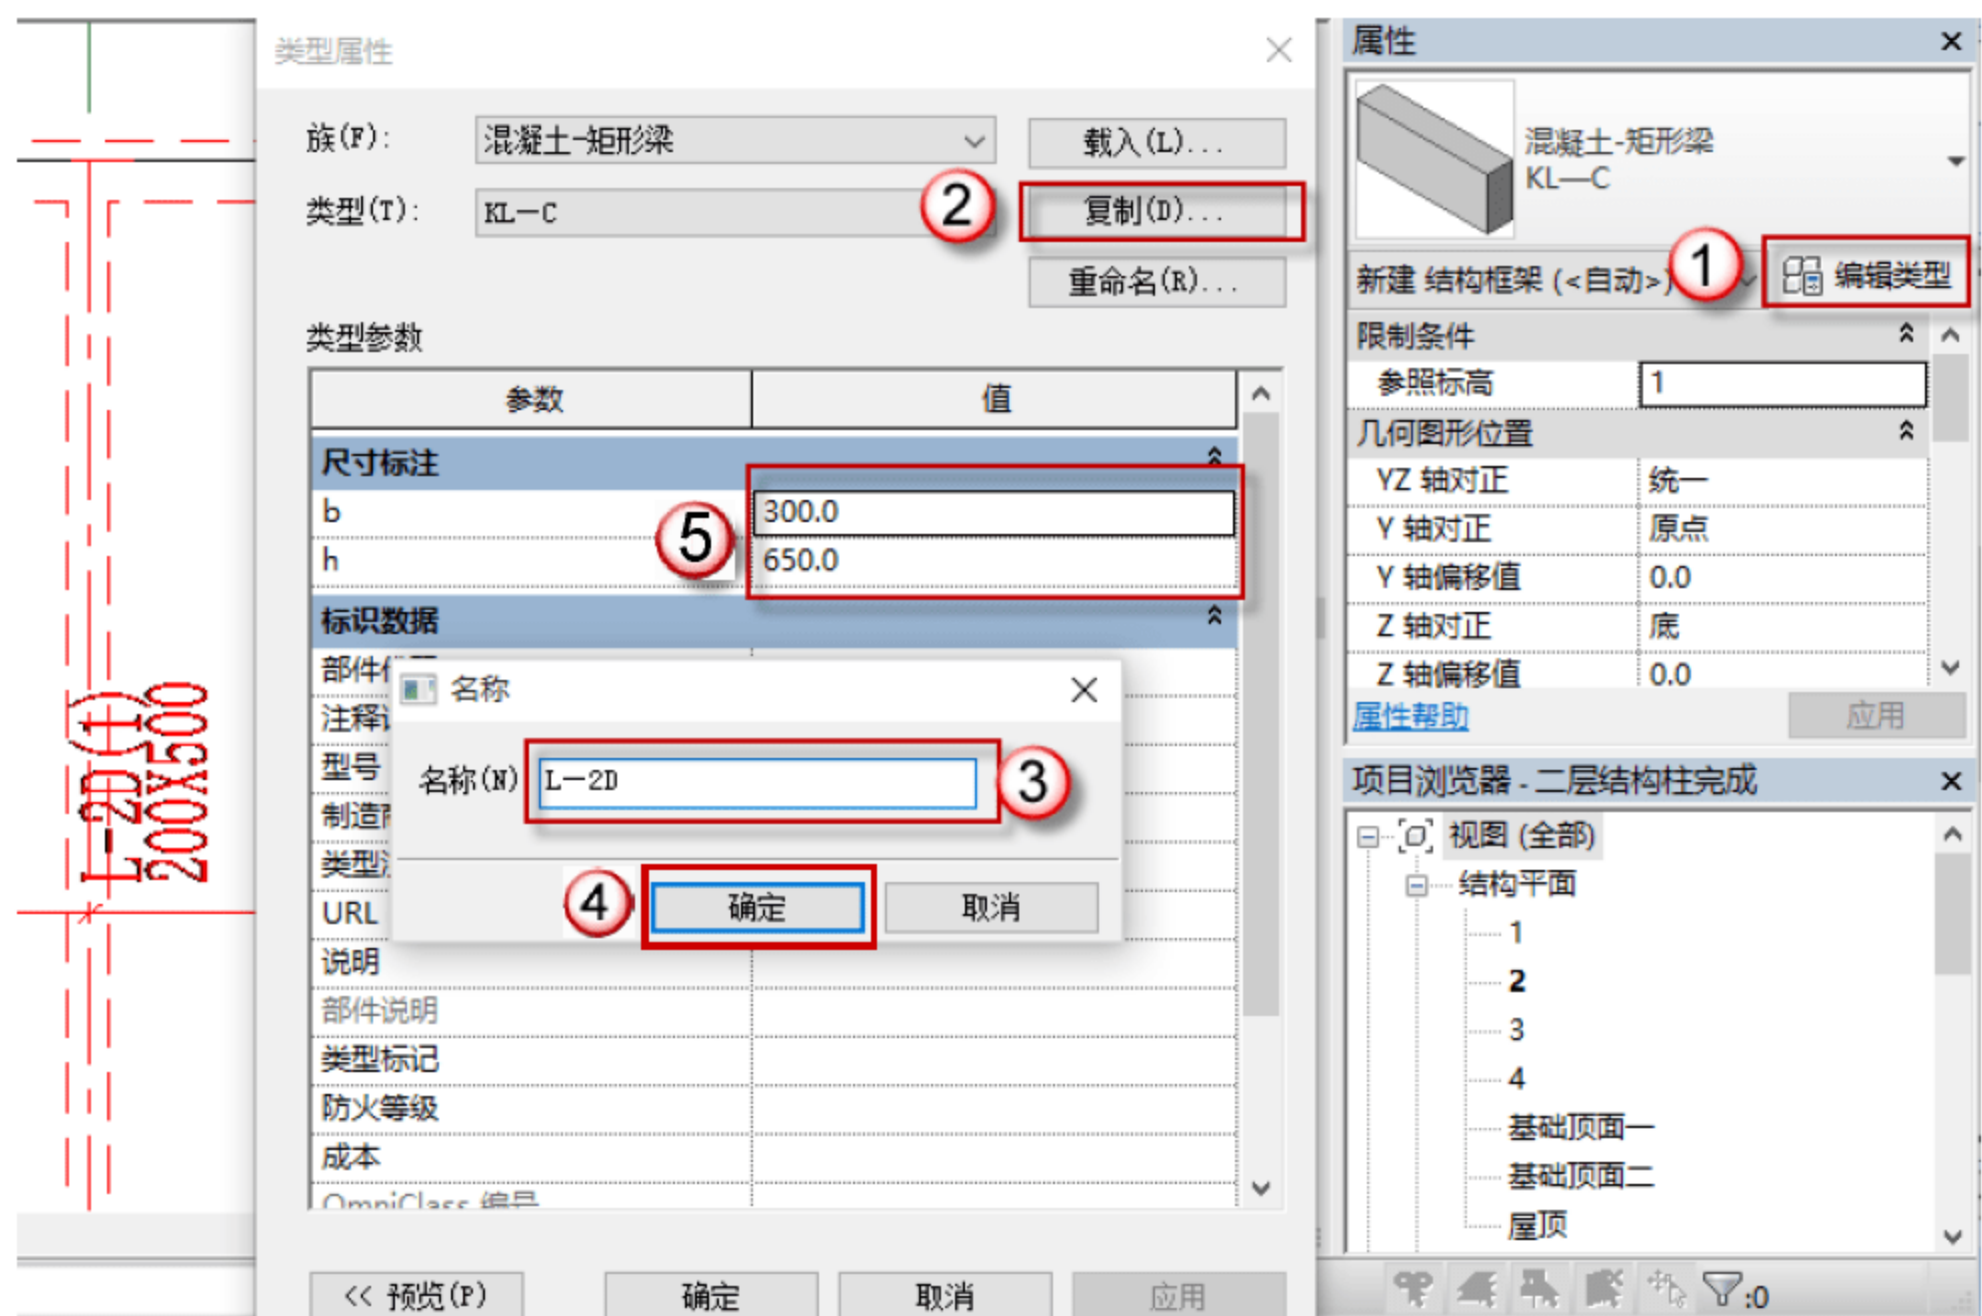

图 4.2.86 设置 L-2D 参数
(11) 设置矩形梁 L-2D 参数，按快捷键 B+M，出现绘制的界面，单击“编辑类型”按钮，在弹出的对话框中单击“复制”按钮，再在弹出的对话框中命名新的族 L-2D，单击“确定”按钮。在“尺寸标注”栏设置参数，如图 4.2.86 所示。